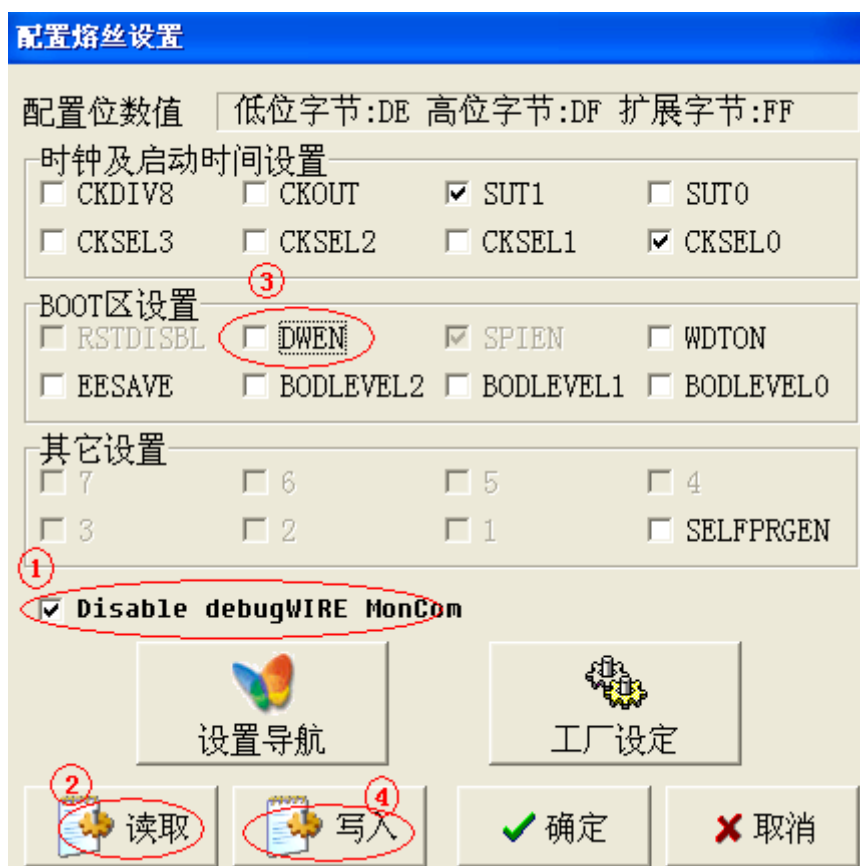

图 4-12 禁止 DWEN 熔丝位操作选择
1. 在 SLISP 软件中使用 SL-USBISPII 禁止 DWEN 熔丝位, 如图 4-12 所示。其操作步骤如下: